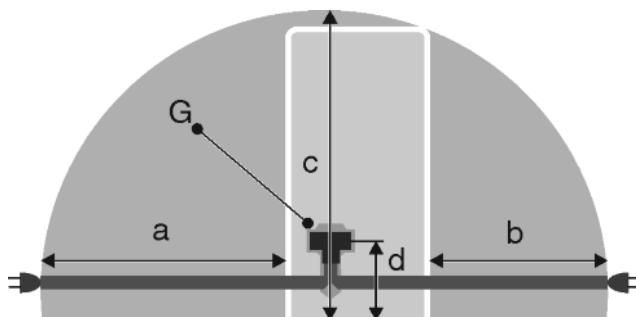

Fig. 28
- Розетка находится вне зоны задней стенки в данной зоне. Fig. 28 (a, b, c)
- Штекер устройства Fig. 28 (G) подсоединить с задней стороны устройства. Следить за правильной фиксацией.